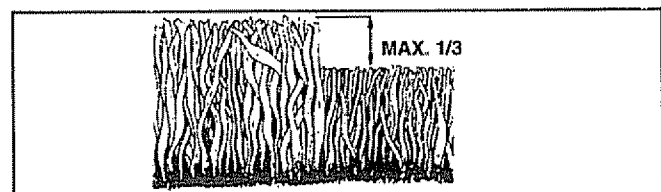

FIG. 8
- Para obtener los mejores resultados, ajuste la altura del corte de la segadora de modo que ésta corte solamente el tercio superior de las hojas de césped (Vea la Fig. 8). En el caso de que el césped haya crecido demasiado, puede ser necesario el elevar la altura del corte para reducir el esfuerzo necesario para empujar la segadora y para evitar sobrecargar el motor, dejando montones de recortes de césped. Para un acolchamiento muy pesado, reduzca el ancho del corte pasando por encima del lugar anteriormente cortado y siegue lentamente.